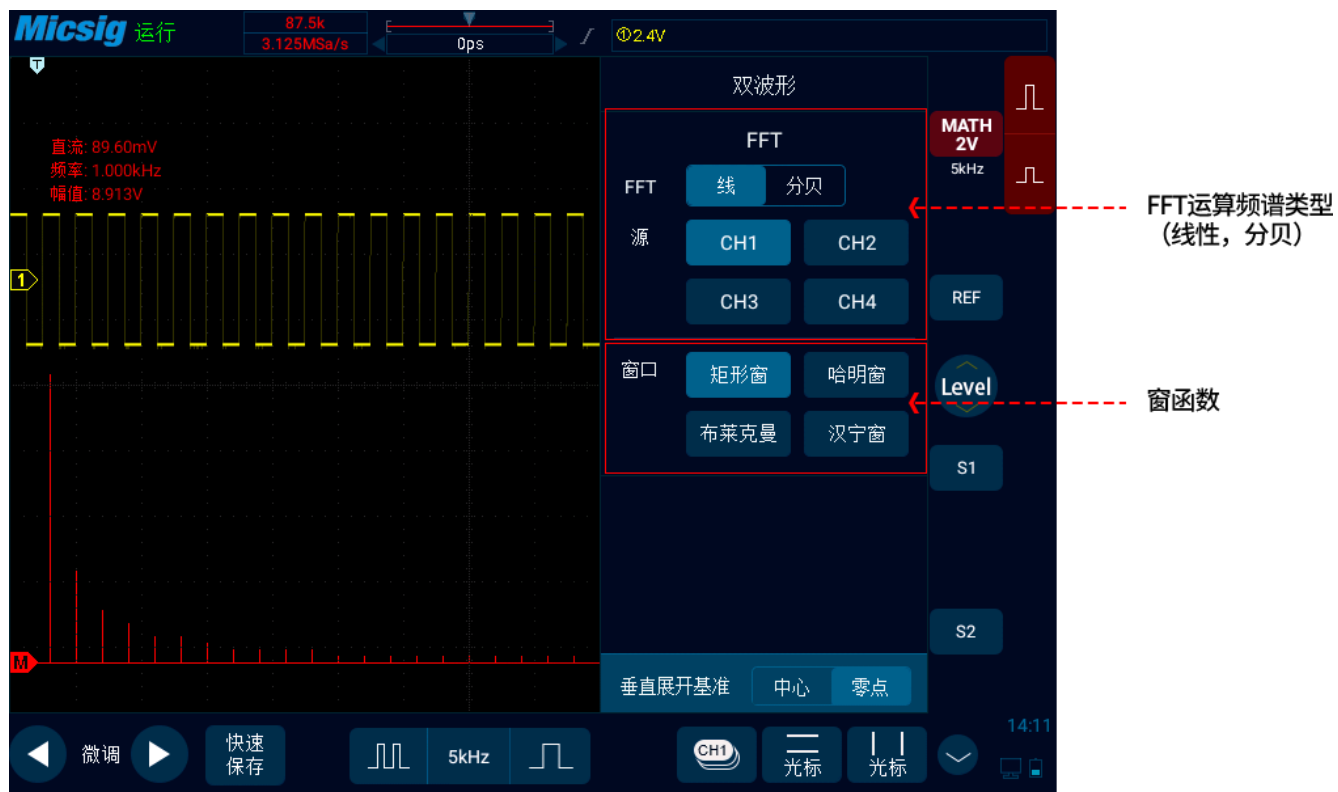

图9-3 FFT 窗口
- 2) 轻点  频谱类型 “线/分贝”, 打开 FFT 窗口 (见图 9-3 FFT 窗口)。